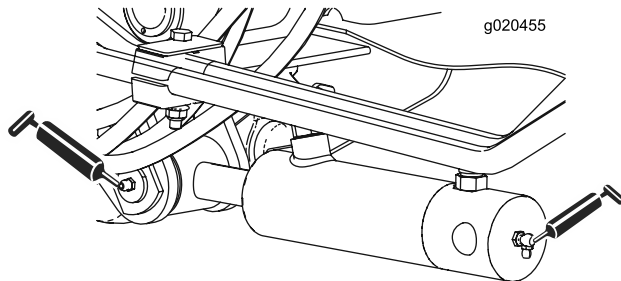

Рисунок 40
- Втулки цилиндров подъемных рычагов (2 шт. с каждой стороны) (Рисунок 40)